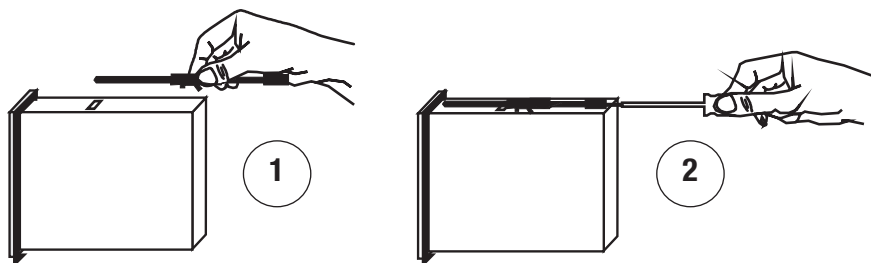

Fig. 2
Montage in der Schaltschranktür Fig. 2.
2. Industrieregler KS 90-1 mit beigefügten Halteklammern montieren. **Fig. 2**
Mit Einbau der Dichtung **Fig. 2** zwischen Front und Schalttafel erhält die Tafelfront die Schutzart IP 65.